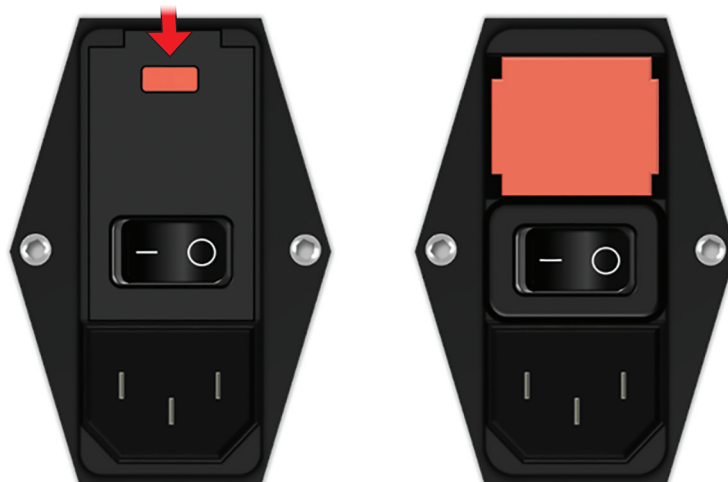

Figura 13.4.1: Modulo di ingresso alimentazione/interruttore/fusibile per sostituzione fusibili
I fusibili si trovano nel portafusibili all'interno del modulo di ingresso alimentazione/interruttore/fusibile situato nella parte posteriore del generatore. Vedere la Figura 13.4.1 di seguito.
3. Aprire il coperchio del modulo Ingresso alimentazione/interruttore/fusibile utilizzando un cacciavite a lama piatta nelle fessure superiori per aprire il coperchio come illustrato nella Figura 13.4.1.